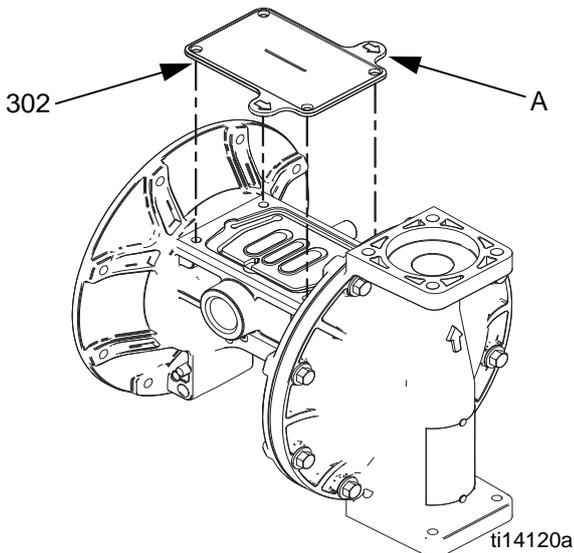

Fig. 9. Herramienta de la cubierta del fluido
- c. Engrase las copelas en U del eje (106) y los extremos y a lo largo del eje de la membrana (104). Introduzca el eje en la carcasa.
- f. Vuelva a unir la primera cubierta del fluido (3). Ver **Instrucciones del par de apriete**, página 18.
- a. Vea la sección FIG. 9. Coloque la herramienta suministrada (302) donde va normalmente la junta de la válvula (108). Las flechas (A) deben quedar hacia la cubierta del fluido que ya está unida.